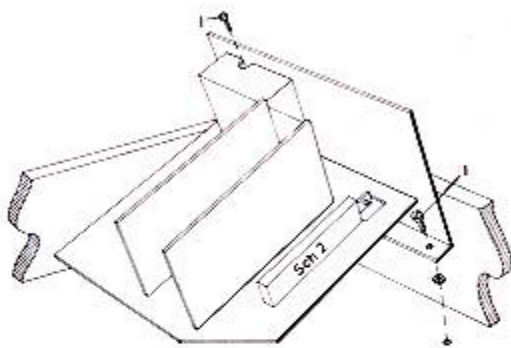

Bild 1
2. Herausschwenken der Printplatte (Bild 1)